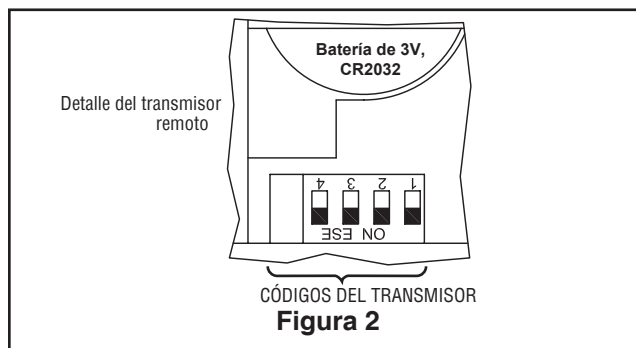

Figura 2
- ☐ 1. Para configurar el código del transmisor, extraiga la carcasa de la batería presionando firmemente debajo de la flecha y deslice la carcasa hasta extraerla. Mueva los interruptores de código hasta colocar el código de selección en la posición arriba o abajo. Los ajustes de fábricas vienen con todos los interruptores hacia arriba. No utilice esta posición. Con un destornillador pequeño o con una lapicera deslice firmemente hacia arriba o hacia abajo. (Figura 2)